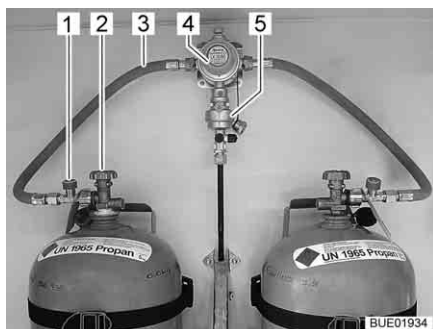
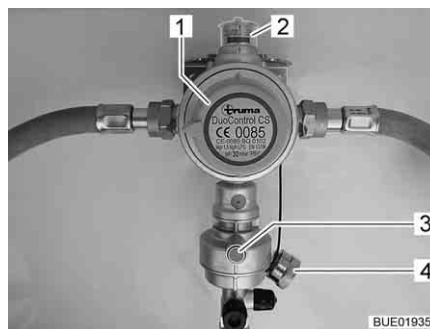

Fig. 75 Bombole del gas con DuoControl
Fig. 76 Impianto di regolazione DuoControl
L'impianto di regolazione DuoControl consiste in una valvola di commutazione (Fig. 75,4) e un sensore crash (Fig. 75,5). L'impianto di regolazione DuoControl è installato tra i tubi flessibili del gas (Fig. 75,3) con un dispositivo antirottura del tubo flessibile (Fig. 75,1). Con la manopola (Fig. 76,1) sulla valvola di commutazione è possibile stabilire quale delle bombole del gas viene utilizzata come bombola in uso e quale come bombola di riserva.
Nella finestra di controllo (Fig. 76,2) viene visualizzato lo stato del rifornimento di gas:
Il funzionamento con una sola bombola del gas è consentito, ma in questi casi il collegamento aperto deve essere assolutamente chiuso con una copertura cieca (Fig. 76,4).
Il sensore crash blocca l'alimentazione del gas in caso di forti vibrazioni (es. incidente). Il sensore crash viene azionato mediante pressione del tasto reset verde (Fig. 76,3).
Il dispositivo antirottura del tubo flessibile (Fig. 75,1) blocca il flusso di gas quando il tubo flessibile collegato si rompe. Il dispositivo antirottura del tubo flessibile deve essere attivato premendo il tasto verde.
Tramite la centralina di controllo (Fig. 77) è possibile attivare e disattivare l'alimentazione del gas tramite l'impianto di regolazione DuoControl. Le valvole principali di arresto (Fig. 75,2) delle bombole del gas e i rubinetti di arresto del gas degli apparecchi devono essere aperti manualmente.
- Con la manopola (Fig. 76,1) sulla valvola di commutazione selezionare la bombola del gas, da cui proviene la principale alimentazione del gas (bombola in uso). Girare la manopola fino all'arresto.
- Aprire le valvole principali di arresto (Fig. 75,2) delle bombole del gas.
- Premere il tasto verde del dispositivo antirottura del tubo flessibile (Fig. 75,1). Nella finestra di controllo (Fig. 76,2) viene visualizzato il simbolo verde.
- Chiudere le valvole principali di arresto (Fig. 75,2) delle bombole del gas.
Se la spia di controllo verde (Fig. 77,6) si spegne durante il funzionamento e la spia di controllo rossa (Fig. 77,5) si accende, significa che la bombola in uso è vuota e deve essere sostituita. Nella finestra di controllo (Fig. 76,2) viene visualizzato il simbolo rosso. La bombola di riserva continua ad alimentare le utenze a gas.
- Ruotare di mezzo giro la manopola (Fig. 76,1) in direzione della bombola del gas utilizzata. In questo modo questa bombola del gas ora è la bombola in uso, mentre la bombola del gas vuota diventa la bombola di riserva. Il simbolo nella finestra di controllo (Fig. 76,2) passa da rosso a verde.
- Chiudere la valvola principale di arresto (Fig. 75,2) della bombola del gas vuota. Osservare la direzione della freccia.
- Premere il tasto verde del dispositivo antirottura del tubo flessibile (Fig. 75,1).